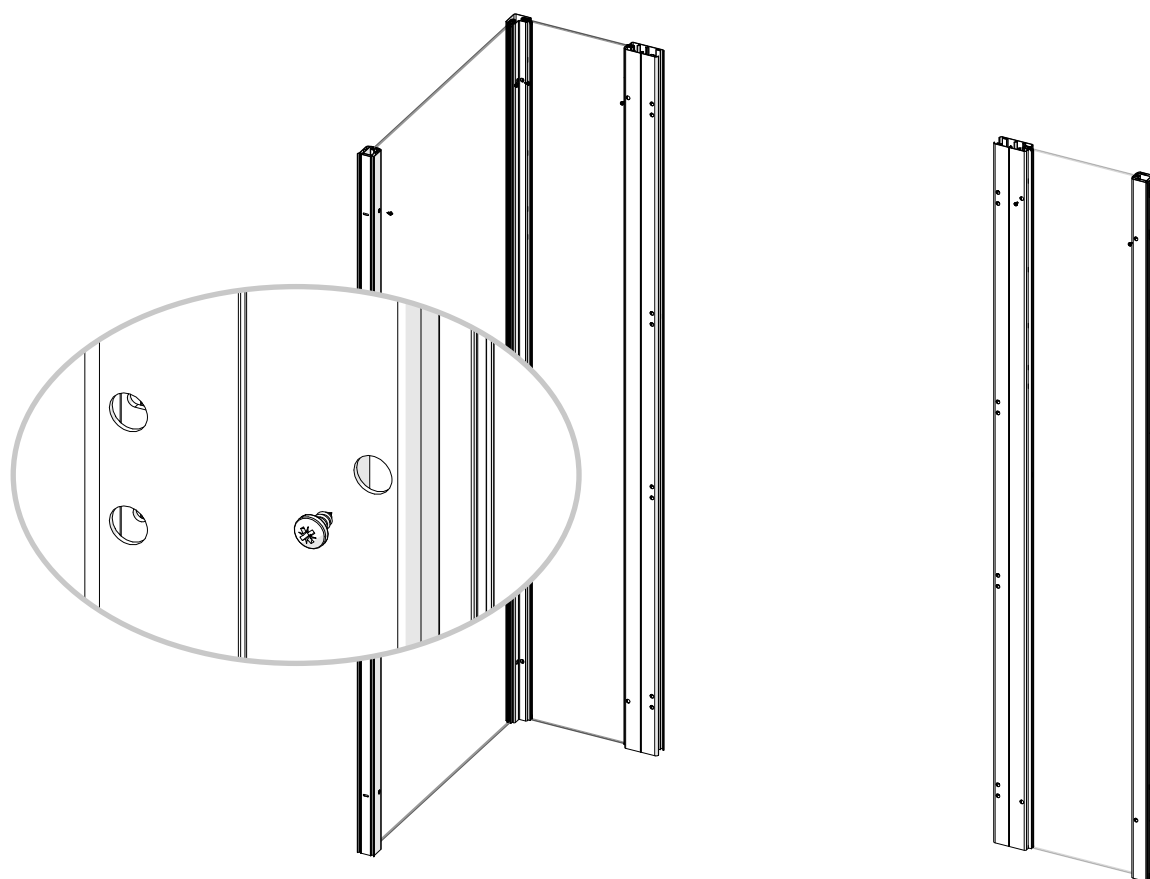

Fig. 4.3
- V. Fixez le(s) panneau(x) en place à l'aide de vis à tête cylindrique 4,2 x 9,5 mm. Figure 4.3